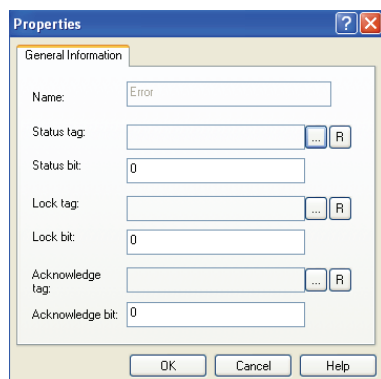

图 8-15 “Group messages”属性
- 2) 在快捷菜单中选择“Properties”选项，“Properties”对话框打开，如图 8-15 所示。